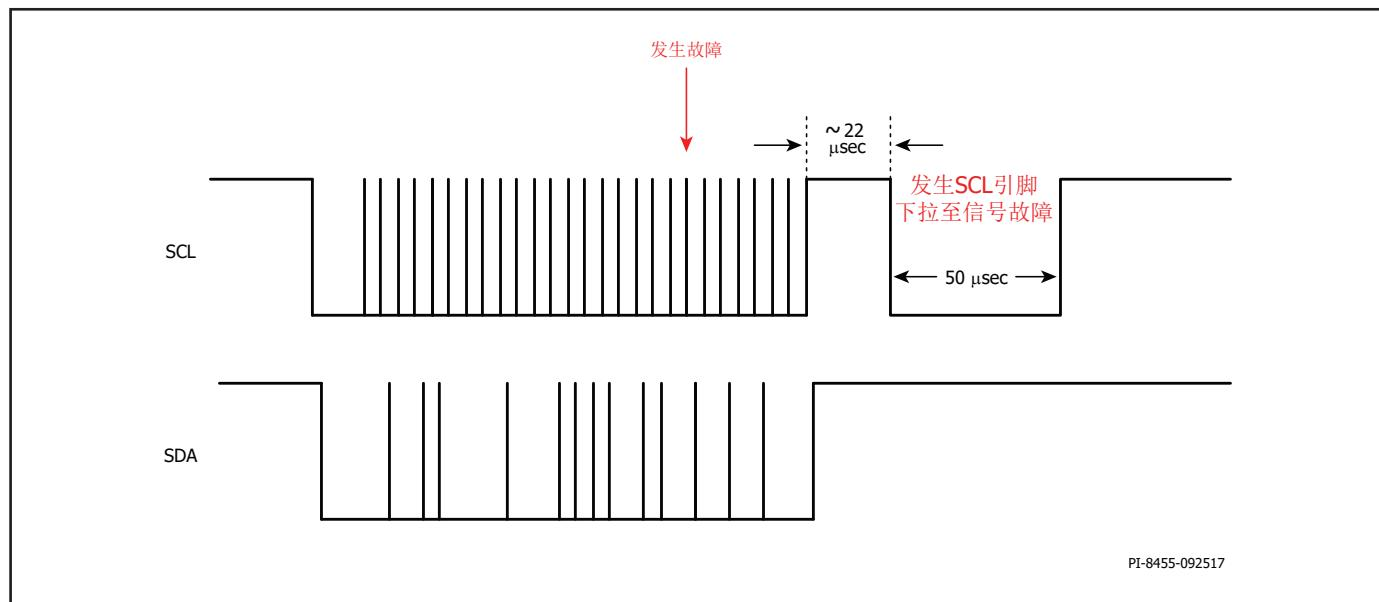

图20. 活动I^C事务期间的Interrupt屏蔽
2. 当SCL引脚繁忙（活动的I²C事务）时（见图20），故障Interrupt将等待I²C事务完成，等待~22 μs后将SCL线路拉低50 μs（最小值），然后释放回HI状态。